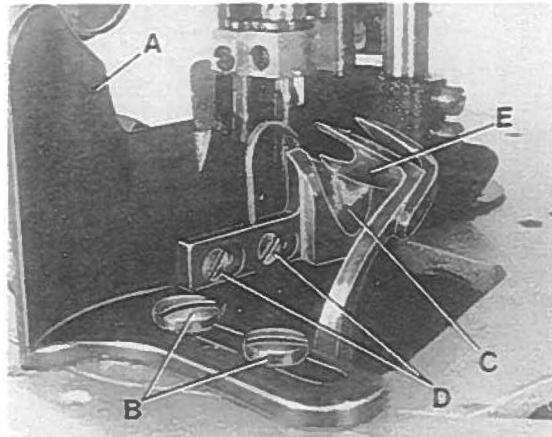

Fig.26
Set the edge guide (A, Fig. 26) laterally as close as possible to the presser foot, without contacting it. When loosening the two screws (B), the edge guide (A) can be moved laterally. Retighten screws.
Set the stitch tongue (C, Fig. 26) so that the rear part of the thread loop slides over the tongue onto the fabric, while the front part of the loop is retained until the right needle securely has entered the loop. After loosening screw (D) the stitch tongue (C) can be moved to the front or to the rear. When moving the stitch tongue to the rear, the front part of the thread loop is retained longer. Retighten screws (D).
On its travel the upper spreader (E, Fig. 26) should not contact stitch tongue (C).
Stellen Sie die Kantenführung (A, Fig. 26) seitlich so dicht wie möglich an den Drückerfuß, ohne diesen zu berühren. Nach Lösen der beiden Schrauben (B) kann die Kantenführung (A) seitlich verschoben werden. Ziehen Sie die Schrauben wieder an.
Stellen Sie die Stichzunge (C, Fig. 26) so, daß der hintere Teil der Fadenschlinge über die Zunge auf das Nähgut gleitet, während der vordere Teil der Schlinge so lange zurückgehalten wird, bis die rechte Nadel sicher in die Schlinge eingestochen hat. Nach Lösen der Schrauben (D) kann die Stichzunge (C) nach vorne oder hinten verschoben werden. Wird die Stichzunge nach hinten verschoben, wird der vordere Teil der Fadenschlinge länger zurückgehalten. Ziehen Sie die Schrauben (D) wieder an.
Der obere Blindgreifer (E, Fig. 26) darf bei seiner Bewegung die Stichzunge (C) nicht berühren.